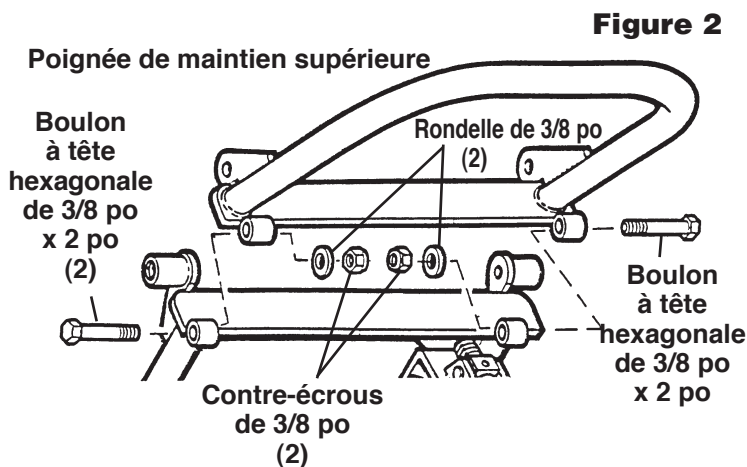

Figure 2
3. Alignez les connecteurs à charnière de la barre de maintien supérieure avec les connecteurs à charnière de l'ensemble de bâti principal, tel qu'illustré à la Figure 2. Fixez la barre de maintien en place à l'aide de deux boulons à tête hexagonale (3/8 po x 2 po), deux rondelles (3/8 po) et deux contre-écrous (3/8 po).